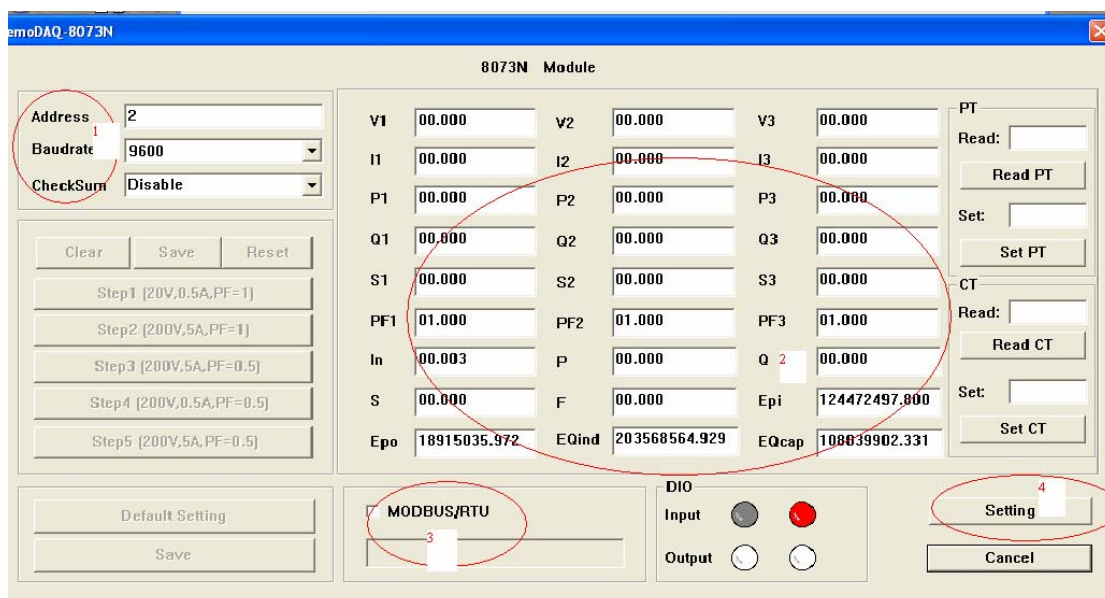

图 2-2：模块数据显示
2、在图 2-2 界面中可以改变模块的波特率和校验和。改变波特率和校验和时，需要 INIT 与 GND 短接，重新上电；设置完成后，断开 INIT 与 GND，重新上电即可。